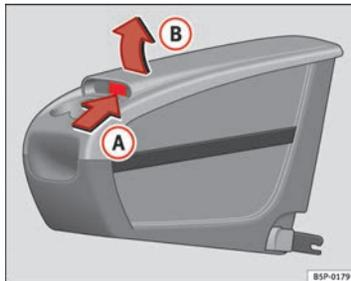

Fig. 114 Porta-objects móvel. Abertura
- Levante a tampa (B), pela zona (A) ⇒ Fig. 114.